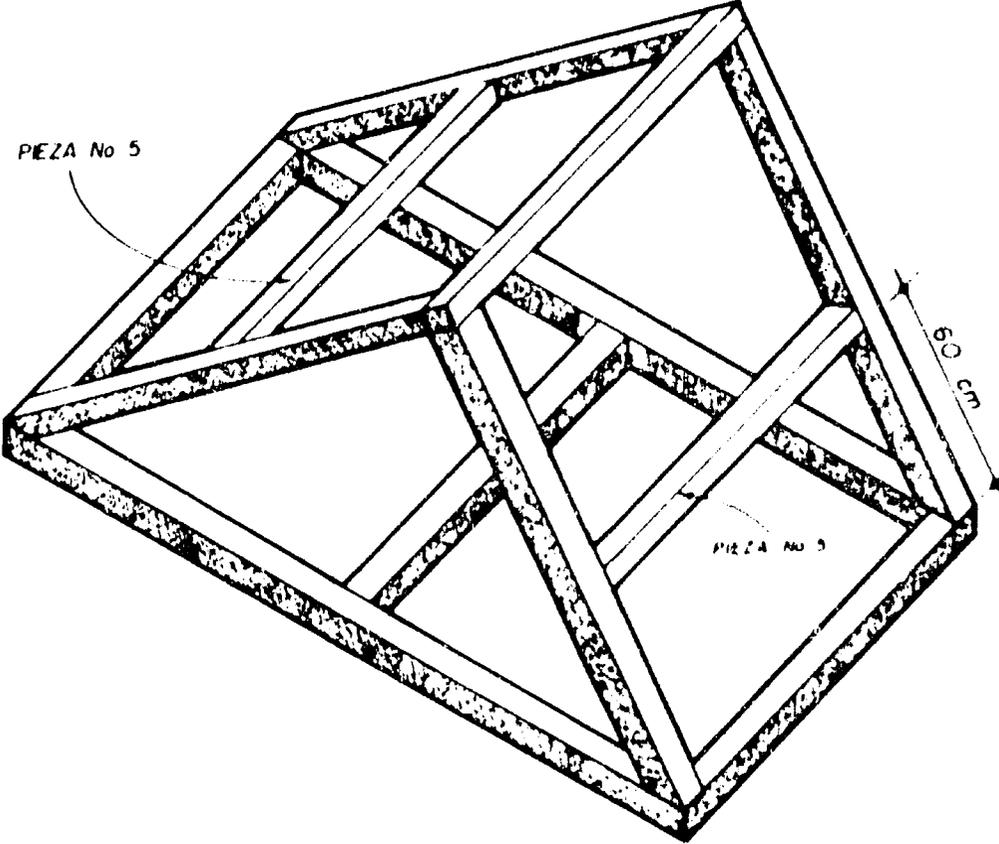

FIGURA 7. Colocación de las piezas auxiliares del techo
5.4.2 Para completar la armazón del techo, coloque dos piezas No. 5, según indica la Figura 7.